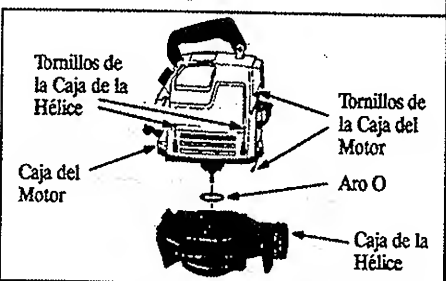

Figura 14
- Saque los 4 tornillos de la caja de la hélice y los 2 tornillos de la caja del motor. Figura 14. Retire la caja de la hélice de la caja del motor.
**AVISO:** Asegúrese de que el Aro-O de goma esté instalado en la caja de la polea. Vea la Figura 14.